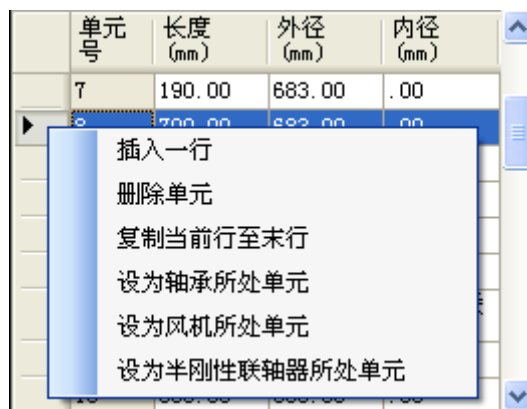

图 4.5 轴系单元表格数据操作功能
- (1) 在轴段数据表格编辑框中可以进行单元（行）操作：插入一行、删除一行、复制当前行至末行、设为轴承所处单元、设为风机所处单元、设为半刚性联轴器所处单元。先用鼠标点击行首以选中一行，再在行首处按鼠标右键弹出操作菜单（如图 4.5），再点击要操作的菜单项，轴系布置图也跟着改变。